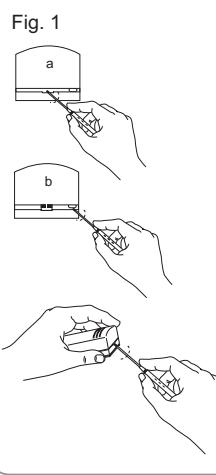

Fig. 1
- Open the transmitter's front cover (Figure 1).
- Ouvrez le couvercle frontal du transmetteur (Figure 1).